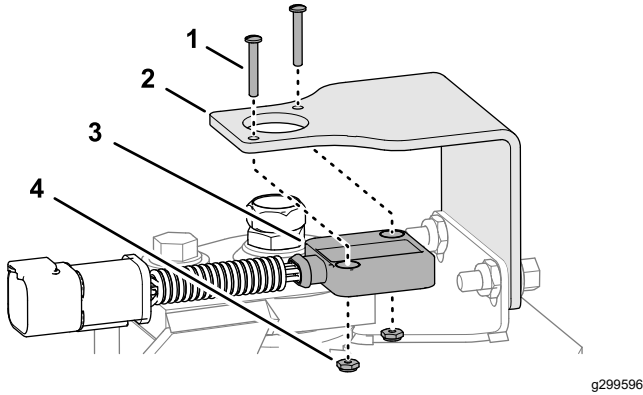

Figura 18
- Monte el sensor de la posición de la dirección en el soporte del sensor con 2 tornillos de cabeza troncocónica (Nº 4 x 3/4") y contratuercas (Nº 4), y apriete los tornillos y las contratuercas (Figura 18).